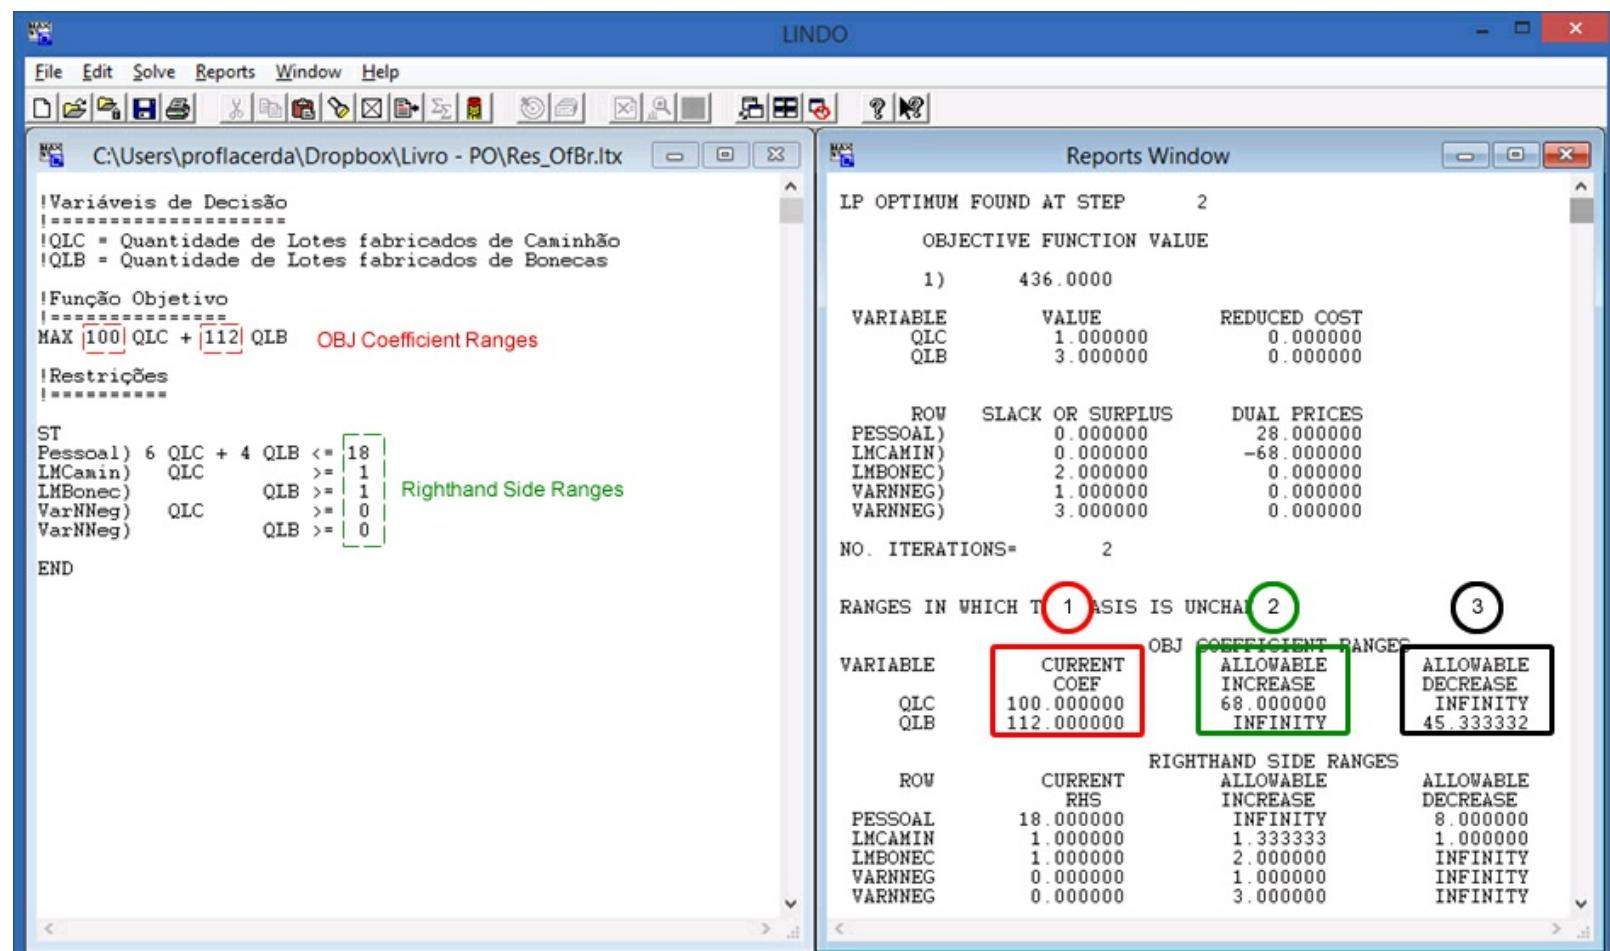

Figura 26 – Cenário B: Componentes da Análise de Sensibilidade da função objetivo.
função objetivo. Existem três informações a serem analisadas. A primeira informação apresenta os coeficientes atuais (*Current Coef*). A segunda informação diz respeito ao valor que é permitido incrementar (*Allowable Increase*). Por fim, a terceira informação se refere ao valor que é permitido ser reduzido (*Allowable Decrease*). A Figura 26 apresenta cada um desses itens sendo o item 1 os coeficientes atuais, o item 2, o valor que é permitido incrementar e o item 3 o valor que é permitido reduzir.
Como você pode observar o item 1 são exatamente os mesmos valores da função objetiva de nosso modelo, conforme destacamos na Figura 26. O item 2 da Figura 26 nos diz que podemos incrementar a constante em R\$ 67,99 passando de R\$ 100,00 para R\$ 167,99 e continuaríamos produzindo um lote de caminhões e três lotes de bonecas. Contudo, caso incrementássemos R\$ 68,00 passando de R\$ 100,00 para R\$ 168,00 as quantidades seriam alteradas. Ao mesmo tempo, você pode perceber que poderíamos incrementar o valor do lote de bonecas infinitamente (*Infinity*) que não haveria modificações nas quantidades de lotes de caminhões e de bonecas recomendadas pelo Lindo.
O item 3 da Figura 26 , realiza a mesma recomendação, porém em sentido oposto. A informação Redução Permitida (*Allowable Decrease*) nos avisa que poderíamos reduzir infinitamente o valor de cada lote de Caminhões e, ainda assim, não haveria uma alteração nas quantidades de lotes a serem produzidas de Caminhões e bonecas. No entanto, se reduzirmos o valor do lote de bonecas de R\$ 112,00 para R\$ 66,00 haverá alteração nas